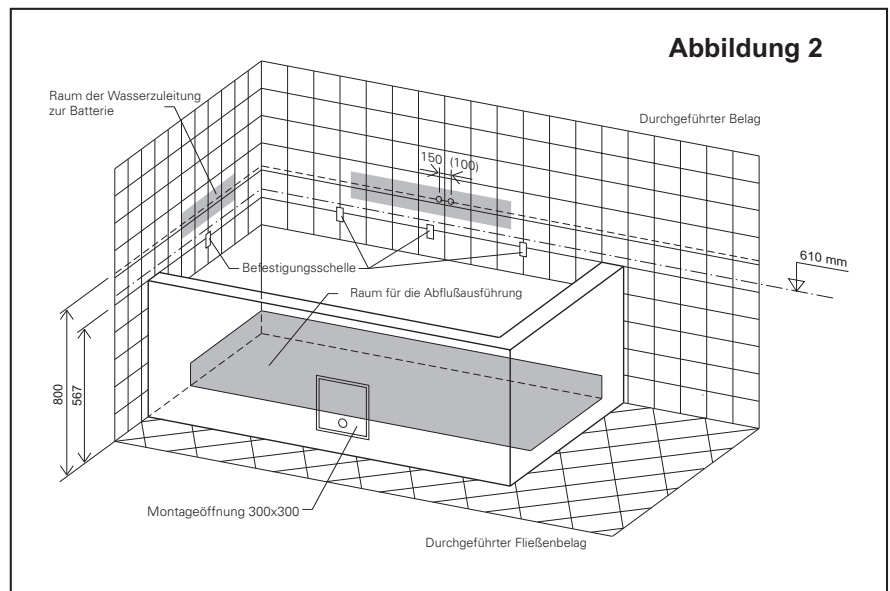

Abbildung 2
3. Eine Wandmischbatterie sollte in einer Höhe von 800 mm (gemessen vom Fussboden aus) an der für Sie günstigsten Stelle installiert werden. Falls Sie eine stehende Ausführung verwenden wollen, versehen Sie sie an einer günstigen Stelle mit Sperrventilen. **Abbildung 2**
4. Installieren Sie den Ablauf Ø 50 mm möglichst in der Nähe des Wannensiphons. Sehen Sie den Ablauf nicht an den Stellen vor, an denen sich später die Füsse der Badewanne befinden. **Abbildung 2**.
14. Markieren Sie auf den Wandfliesen die tatsächliche Höhe des oberen Wannенrandes. Sie muss sich in einer Höhe von 610 ± 5 mm über der Ebene des Fussbodens befinden (**Abbildung 2**).
3. Doprowadzenie wody 3/4" lub 1/2". Bateria naścienna powinna mieć wyłot na wysokości około 800 mm nad podłogą w miejscu gdzie jest to najkorzystniejsze ze względu na zastosowaną baterię i kształt wanny. (Jeżeli zastosuje się baterię nawannową to wyprowadzenia z zaworami odcinającymi należy umieścić w miejscu, odpowiednim do umieszczenia baterii na wannie). **Rys. 2**
4. Rurę odpływową Ø 50 mm należy umieścić jeżeli jest to możliwe w pobliżu otworu spustowego wanny - poza przewidywanym rozmieszczeniem nóżek. **Rys. 2**
14. Jednocześnie na ścianach należy zaznaczyć rzeczywistą wysokość górnej krawędzi wanny, która powinna się znajdować na wysokości 610 ± 5 mm od poziomu podłogi (**Rys. 2**).